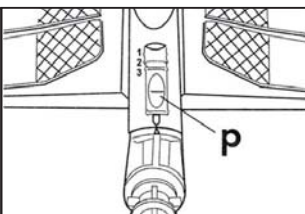

Fig. 15
- virar o cotovelo de 180° até à correspondência das duas setas (escova - cotovelo) (Fig. 15);
- colocar a alavanca (p) na posição 2 de bloqueio BLOCKING ou na posição 3 ROTATION, a qual permite a rotação da escova em relação aos tubos de extensão ou ao flexível. Na escova grande (2) e na escova triangular (4) para a limpeza e a recolha da condensação inserir um pano limpo, depois fixá-lo embaixo das alavancas apropriadas.